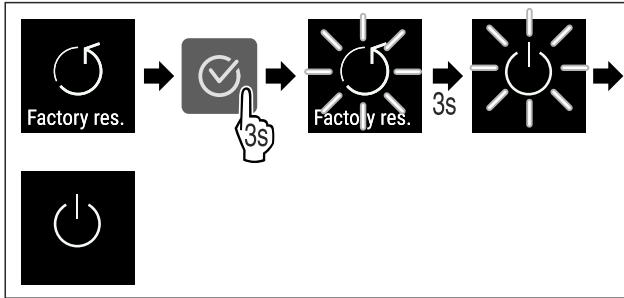

Fig. 106
- ▶ Hajtsa végre a művelet lépéseit (lásd Fig. 106).